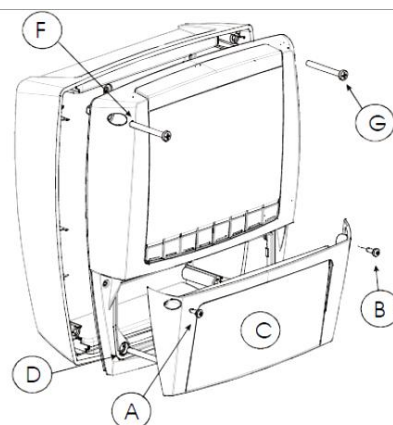

FIG. 2
8. Lukk dekslet (Fig. 2, C) og fest det med skruene etter kablene er montert i rekkeklemmene.
9. Lukk dekslet (Fig. 2, C) og fest det med skruene etter kablene er montert i rekkeklemmene.